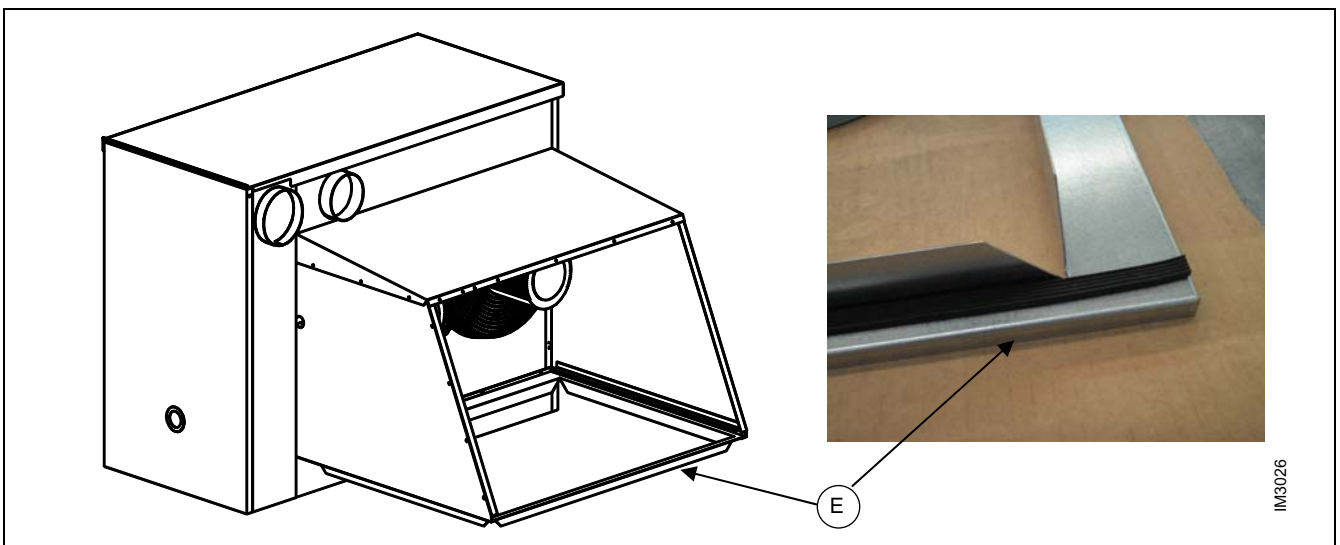

Figure 14 – POSITIONNEMENT GARNITURE DE TENUE ET MONTAGE DE LA BRIDE DU CHASSIS DE REPRISE
4. Positionner la garniture de tenue sur la bride E et insérer la bride même dans le châssis comme dans la Figure 14.